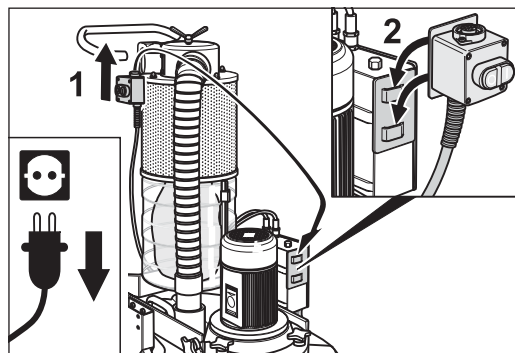

Fig. 19 Accrochez l'interrupteur Marche/Arrêt sur le support de transport se trouvant sur le coffret de commutation.
- 4 Débranchez l'interrupteur Marche/Arrêt sur le chariot et accrochez-le dans le support de transport se trouvant sur le coffret de commutation (fig. 19).